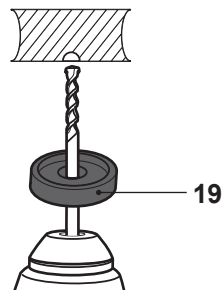

Fig. 5
Utiliser le collecteur de poussière (19) au-dessus du foret pour protéger l'utilisateur et le produit de la poussière et des débris (fig. 5).